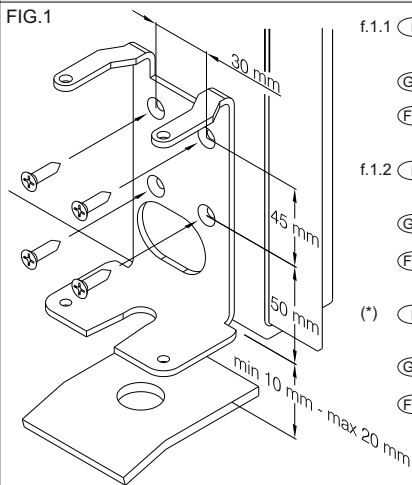

FIG.1
- f.1.1 (I) Fissare la staffa al cancello saldandola o utilizzando delle viti in corrispondenza delle sedi predisposte. (\*)
- (GB) Fix the bracket at the gate by welding or using suitable screws. (\*)
- (FR) Fixez le support au portail en le soudant ou en utilisant les vis. (\*)
- f.1.2 (I) Rispettare le quote riportate in FIG.1 assicurandosi che la staffa sia posta verticalmente.
- (GB) Respect the values as shown in FIG.1 making sure the bracket is placed vertically
- (FR) Se conformer aux dimensions indiquées à la FIG.1 en s'assurant que le support soit placé verticalement
- (\*) (I) Nel caso venga utilizzato l' accessorio ELT08-KSE sblocco esterno, forare il cancello prima di fissare la staffa.
- (GB) If the accessory ELT08-KSE is used pierce the gate before setting the bracket.
- (FR) Si on utilise l'accessoire ELT08-KSE, percer le portail avant de fixer le support.